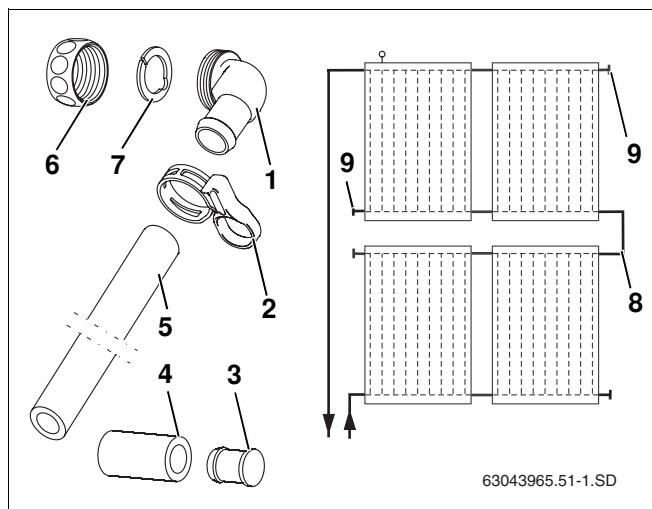

Fig. 58 Représentation schématique et contenu de livraison
Le kit de raccordement (fig. 58, **pos. 8**) qui assure la connexion de deux rangées de capteurs est disponible comme accessoire.
Contenu de livraison (fig. 58)